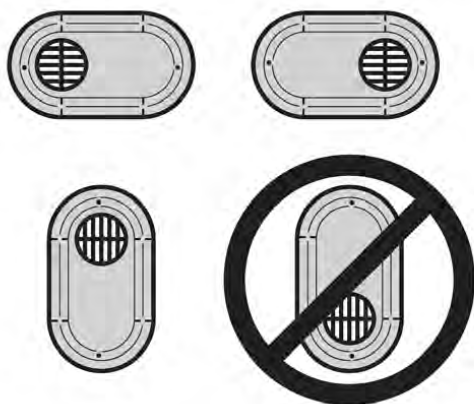

Figure 1. Orientations possibles de terminaison à profil bas et à 2 tuyaux
1. Les terminaisons de profil bas doivent être installées selon la bonne orientation. Voir la Figure 1 pour les orientations possibles de montage.